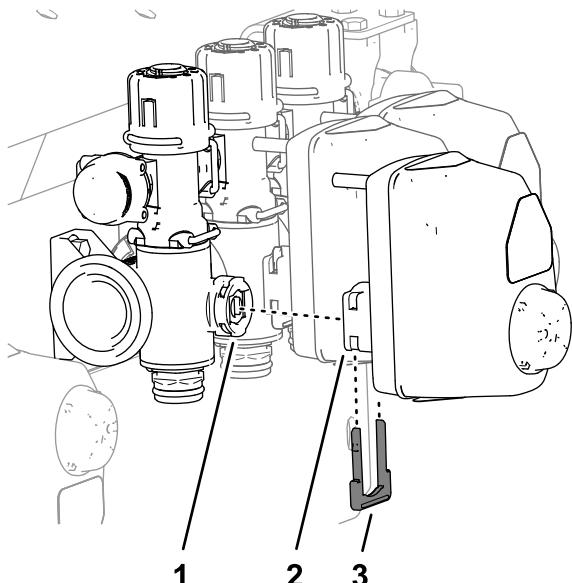

図 48
1. アクチュエータを個別ブームバルブアセンブリのマニホールドに固定しているリテナを外す図 48。
2. マニホールドバルブからアクチュエータを取り外す図48。